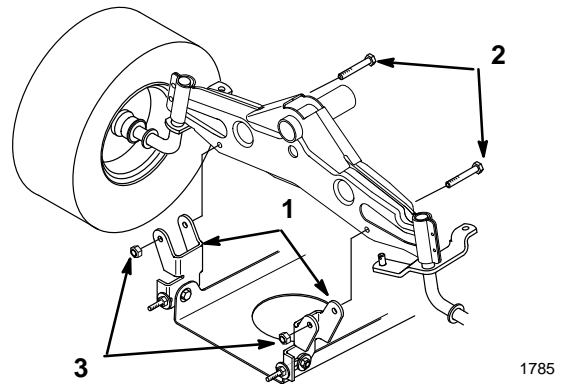

Figure 43
5. Fixer les étriers pivotant de fixation de la tondeuse à l'essieu avant à l'aide des boulons et écrous (Fig. 43).